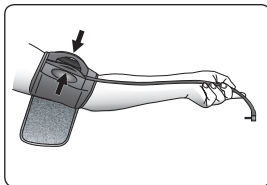

Fig. 1
2. Abra el brazalete, separando el velcro y oprima la abrazadera, abriendo el brazalete (Fig. 1).